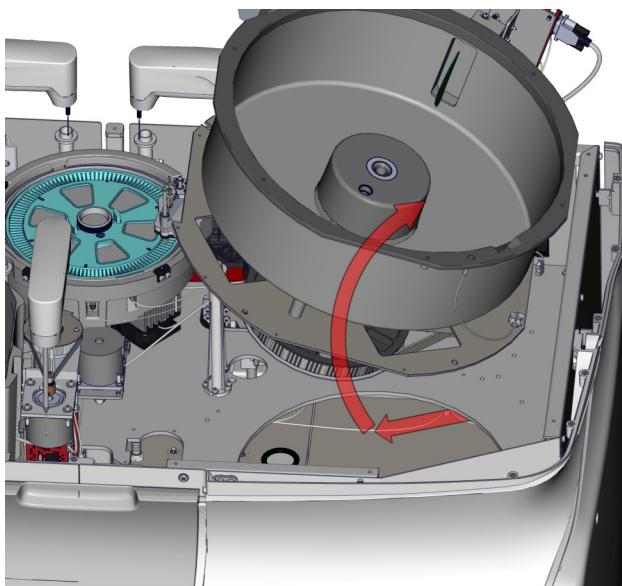

Ilustración 8.10 Movimientos a realizar para sacar el rotor del analizador
8. Quite el conjunto rotor, siga los movimientos indicados en la Ilustración 8.10 para sacar el rotor del analizador.